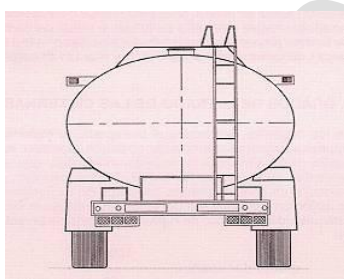

Fig.7: Escala antideslizante de acceso al domo de la cisterna, provista de barandillas en la plataforma de desembarco a la pasarela
- **Escalas de acceso a cisternas:** Escala vertical de peldaños antideslizantes situada en la parte posterior de la cisterna y que permite el acceso a la plataforma de ésta (Ver fig. 7).